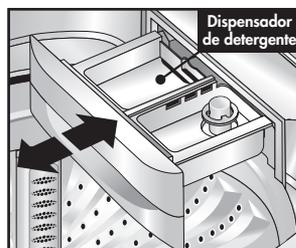

Figura 16
- Para usar el dispensado de detergente, hale este hacia afuera cuidadosamente (**Ver figura 16**).